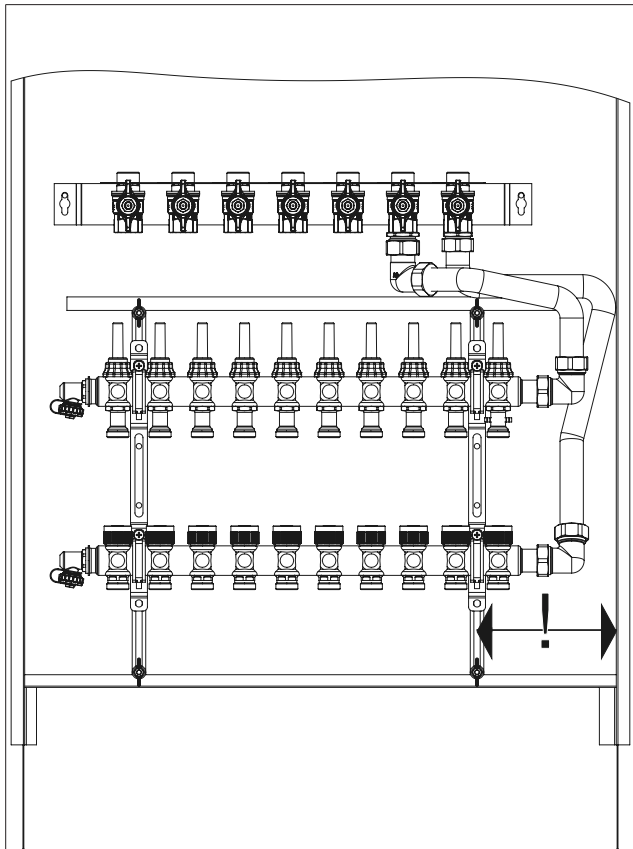

Abb. 7: Einbau Flächenheizungsverteiler
**i** Der Einbau der Flächenheizungsverteilerbalken erfolgt von rechts nach links (siehe Abb. 7 auf Seite 9).